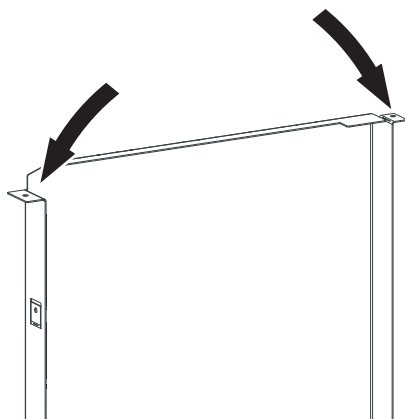

Fig. 62 Piegare entrambe le linguette della parete posteriore
- Piegare entrambe le linguette della parete posteriore, sul lato, in alto – Fig. 62.